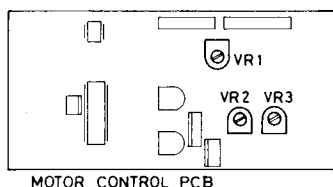

Fig. 7
2. If it exceeds the specified value, rotate the potentiometers on the control p-c board of motor assembly, in the order VR2 → VR3 → VR1 → VR2, so as to minimize wow/flutter. Repeat the procedure until the result is satisfactory. (Fig. 7)
2. Si la valeur observée est supérieure, tourner les potentiomètres de la plaquette du circuit de commande du groupe moteur dans l'ordre VR2 → VR3 → VR1 → VR2, ce qui permet de réduire le pleurage et le scintillement. Répéter ce réglage jusqu'à ce que le résultat soit satisfaisant (Fig. 7).